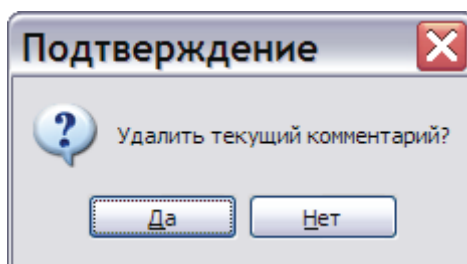

Рис. 2.10
1. В окне **Примечания** выделите примечание и нажмите на кнопку **Удалить**. После этого появится запрос на подтверждение удаления (Рис. 2.10).